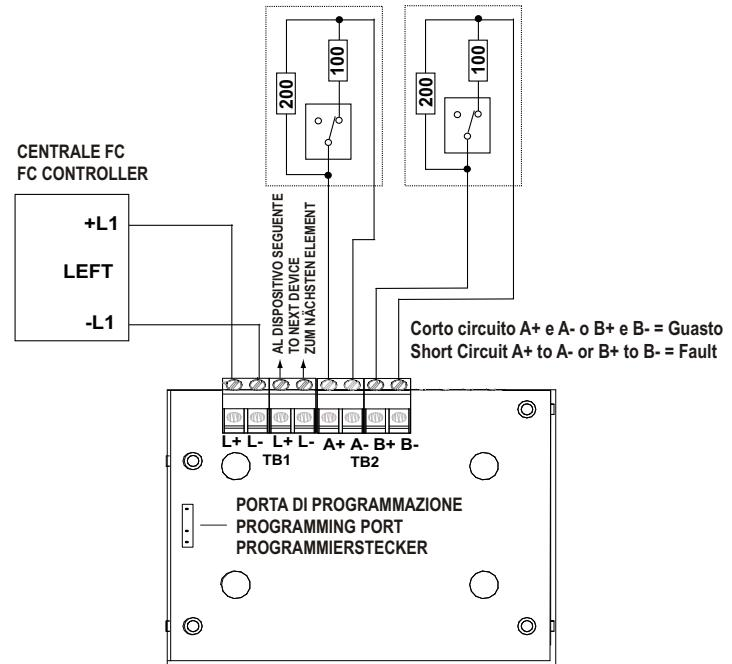
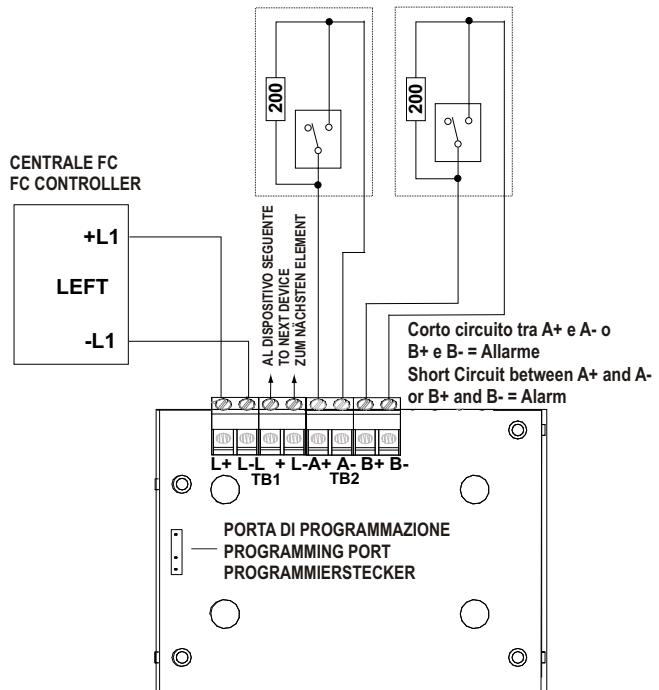

FIG.4 Circuito SPUR (Classe B) Contatti normalmente chiusi.
FIG.6 Circuito SPUR (Class B) Contatti normalmente aperti
- 5) Collegare i contatti controllati. Per lo schema di collegamento del FC410CIM vedere Fig.4 - Fig.6.
➤ Vedere Fig.4.
➤ Vedere Fig.6